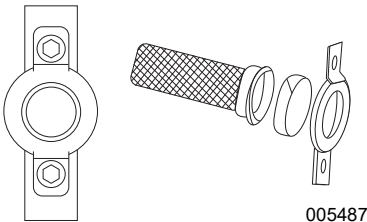

Figura 4-6. Pantalla del supresor de chispas
1. Consulte la Figura 4-6. Retire la pinza para quitar la sujeción.